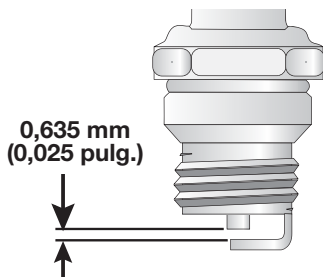

Fig. 35
4. Cambie las bujías que estén rajadas, sucias o deterioradas. Fije la separación de aire a **0,635 mm (0,025 pulgadas)** utilizando un calibrador (Fig. 35).